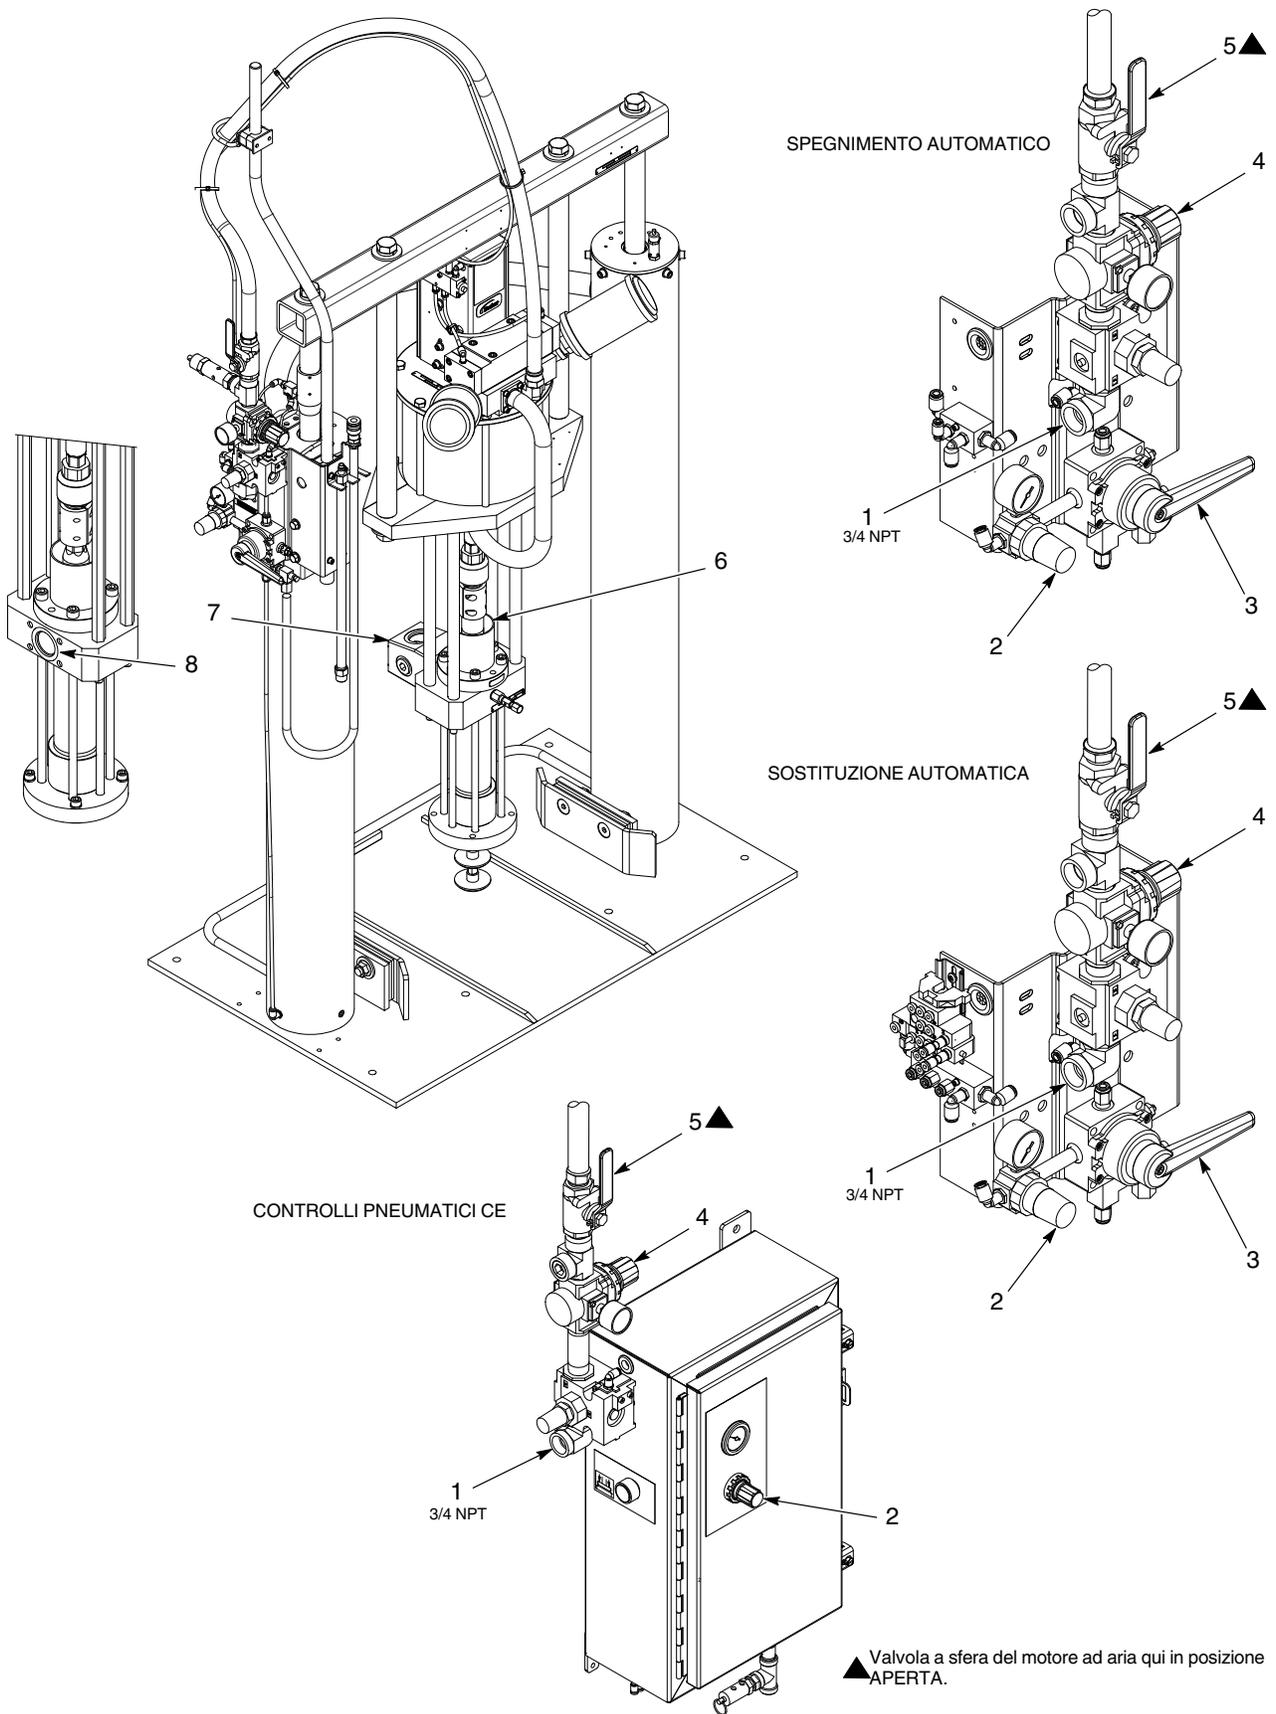

Figura 5 Installazione (qui scaricatore da 55 galloni. Lo scaricatore per secchio è simile.)
1. Vedi figura 5. Rimuovere lo scaricatore dalla cassa di trasporto e dal pallet. Eseguire quanto segue:
3. Impostare il regolatore del sollevatore (2) e il regolatore del motore ad aria (4) su 0 psi/bar. Assicurarsi che la valvola di controllo del sollevatore (3) sia in posizione NEUTRA e che la valvola a sfera del motore ad aria (5) sia chiusa.
4. Collegare la linea principale di alimentazione d'aria al foro di alimentazione pneumatica (1).
5. Collegare il tubo del materiale al foro di uscita del materiale (8) o al foro della valvola di ritegno a sfera opzionale (7).
6. Versare fluido per la camera del solvente nella camera del solvente (6), finché è a meno di 1.5 in. (38 mm) dalla cima della camera del solvente. Consultare il manuale della pompa per informazioni sul tipo di fluido della camera solvente e sul P/N.